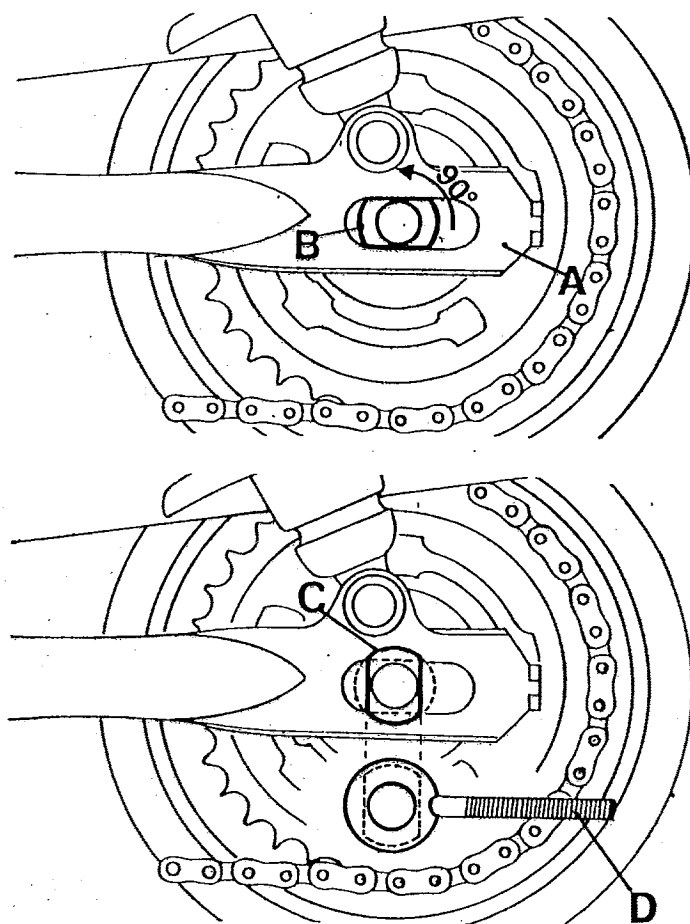

Abb.35
-in den Betätigungshebel auf der Bremsträgerplatte wird das Betätigungsgestänge eingeführt, der Einstellknopf einige Umdrehungen aufgeschraubt(D aus Abb.35);
-das Rad ist in den linken Schwinggabelarm einzuführen(A aus Abb.35), darauf achtend, daß der Bolzenkopf sich in Stellung(B aus Abb.35) befindet;
-durch Drehen um 90 Grad wird der Lochbolzen in Stellung(C aus Abb.35) gebracht;
- am linken Schwingenarm ist der linke Kettenspanner (D aus Abb.35) zu montieren, dabei ist darauf zu achten, daß der Ansatz dieses Kettenspanners sich genau an den Kopf des bereits in Stellung(C aus Abb.35) gedrehten Lochbolzens fügt;